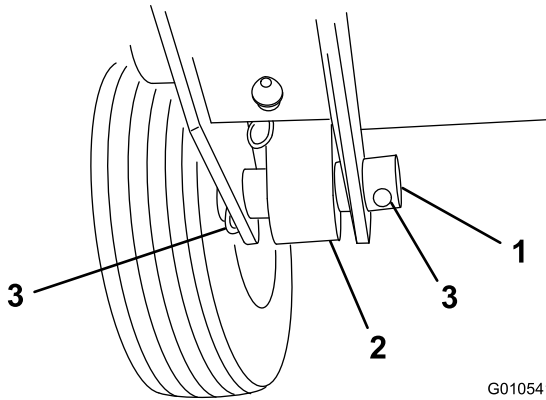

Figura 3
5. Monte la parte trasera del brazo de elevación en el cilindro de elevación con un pasador de giro y 2 pasadores de seguridad (suministrados con la unidad de tracción) (Figura 3).